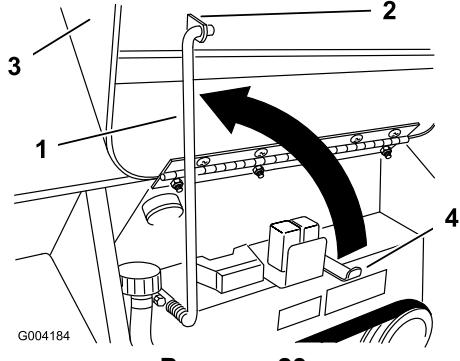

Рисунок 23
4. Отведите подпорный стержень вперед и закрепите его в кронштейне на капоте (Рисунок 23).